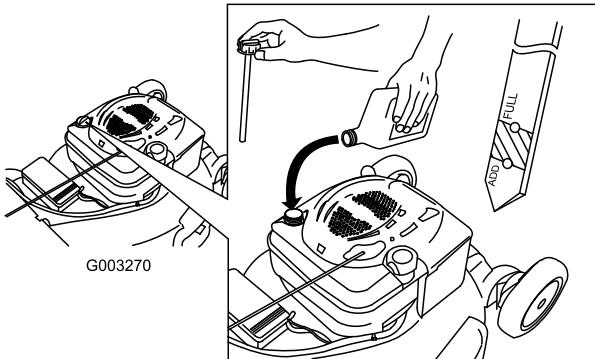

Figura 14
1. Retire la varilla, límpielo, y vuelva a colocarla (Figura 14).
2. Retire la varilla y compruebe el nivel de aceite (Figura 14). Si el nivel de aceite está por debajo de la marca "Add" de la varilla, vierta **lentamente** aceite en el tubo de llenado hasta que el nivel llegue a la marca "Full" de la varilla. **No llene demasiado.** (Capacidad máxima: 0,59 l (20 onzas), tipo: SAE 30W, aceite detergente con clasificación de servicio API SF, SG, SH, SJ, SL o superior.)